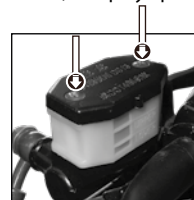

Imagen 25. Completar el nivel de líquido de freno delantero.
2. Retirar los dos tornillos de la tapa. Ver imagen 25.